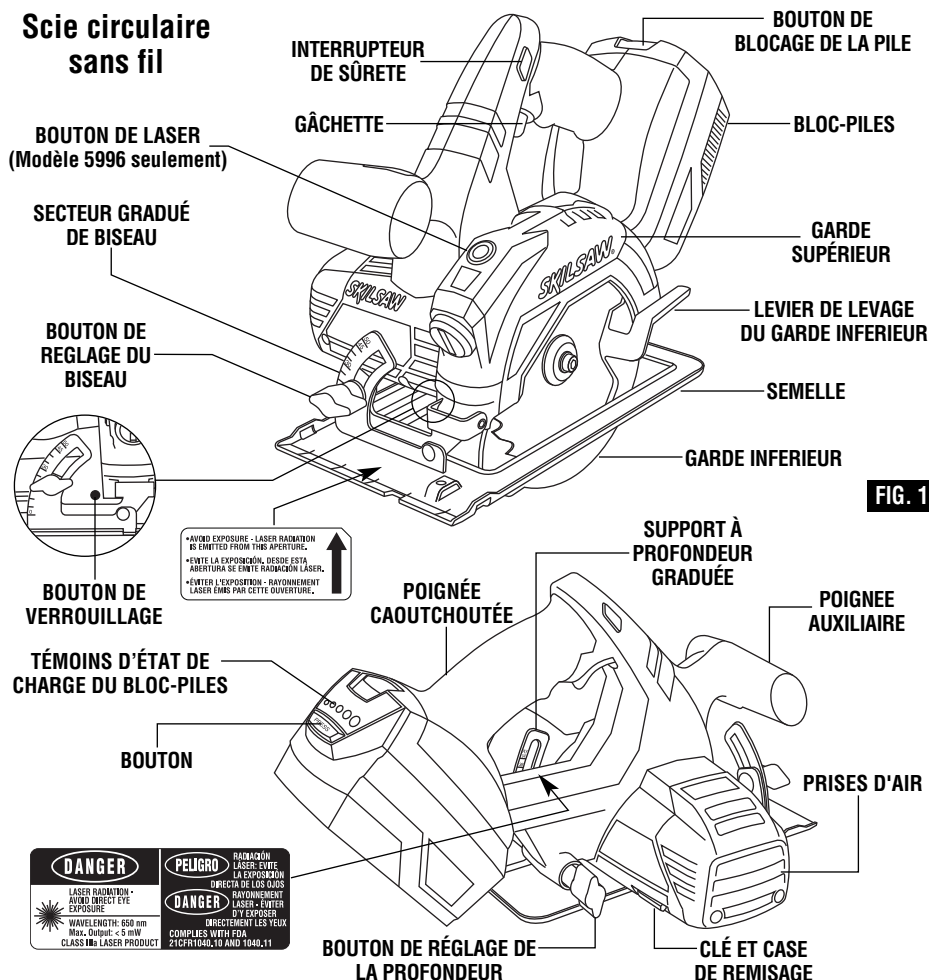

FIG. 1
1. Tournez le GOUJON DE LAME à l'aide de la clé fournie en sens horaire et retirez le GOUJON DE LAME et la RONDELLE EXTÉRIEURE (Fig. 2). Si l'arbre bouge en tentant de desserrer le goujon de lame, appuyez sur le bouton de blocage (Fig. 1).